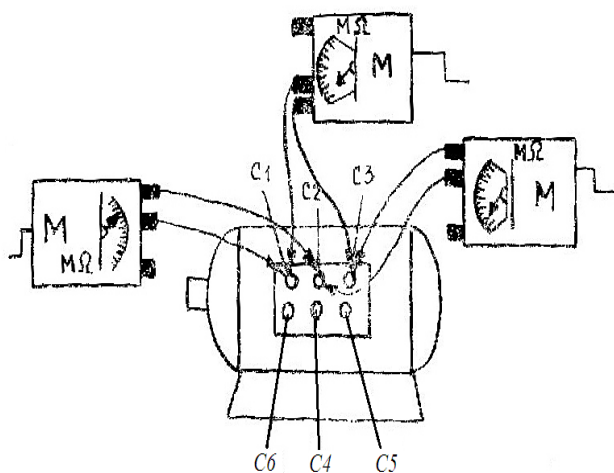

Рис. 1.1
2.1. Между выводными концами обмоток (рис.1.1); C_1-C_2 ; C_1-C_3 ; C_2-C_3 . Значения сопротивления зафиксировать через 15 с и через 60 с после начала вращения рукоятки мегомметра.